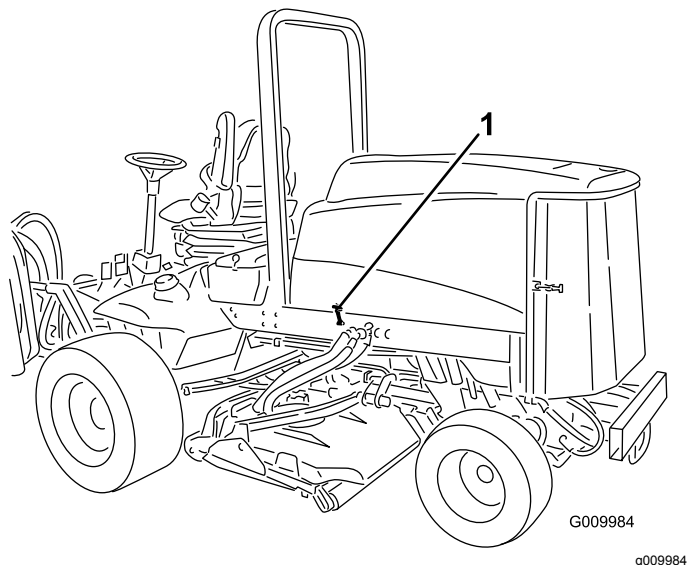

Figura 25
1. Desenganche los cierres del capó (Figura 25) y abra el capó.